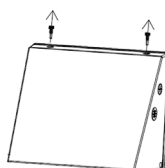

Fig. 1.1
1. Desserrer et retirer les 2 vis sur le dessus du luminaire (Fig. 1.1).